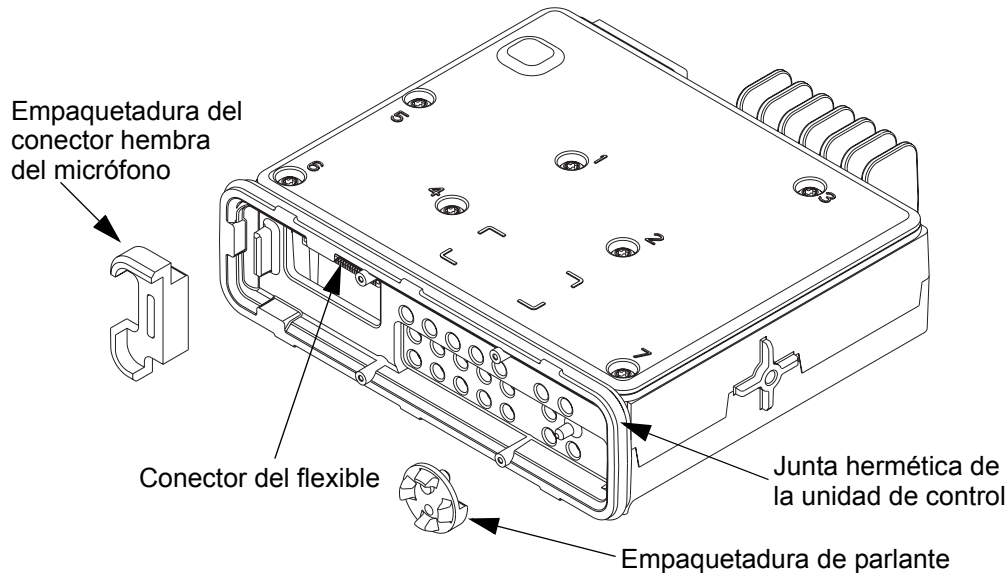

Figura 5-59 Empaquetadura del conector hembra del micrófono y empaquetadura del parlante sobre el chasis
1. Monte la empaquetadura del conector hembra del micrófono, la empaquetadura del parlante y la junta hermética de la unidad de control en el radio como se muestra en la Figura 5-59.